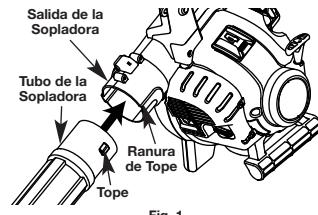

Fig. 1
- Alinee el tope en el extremo del tubo de la sopladora con la ranura de tope en el extremo inferior de la salida de la sopladora (Fig. 1).